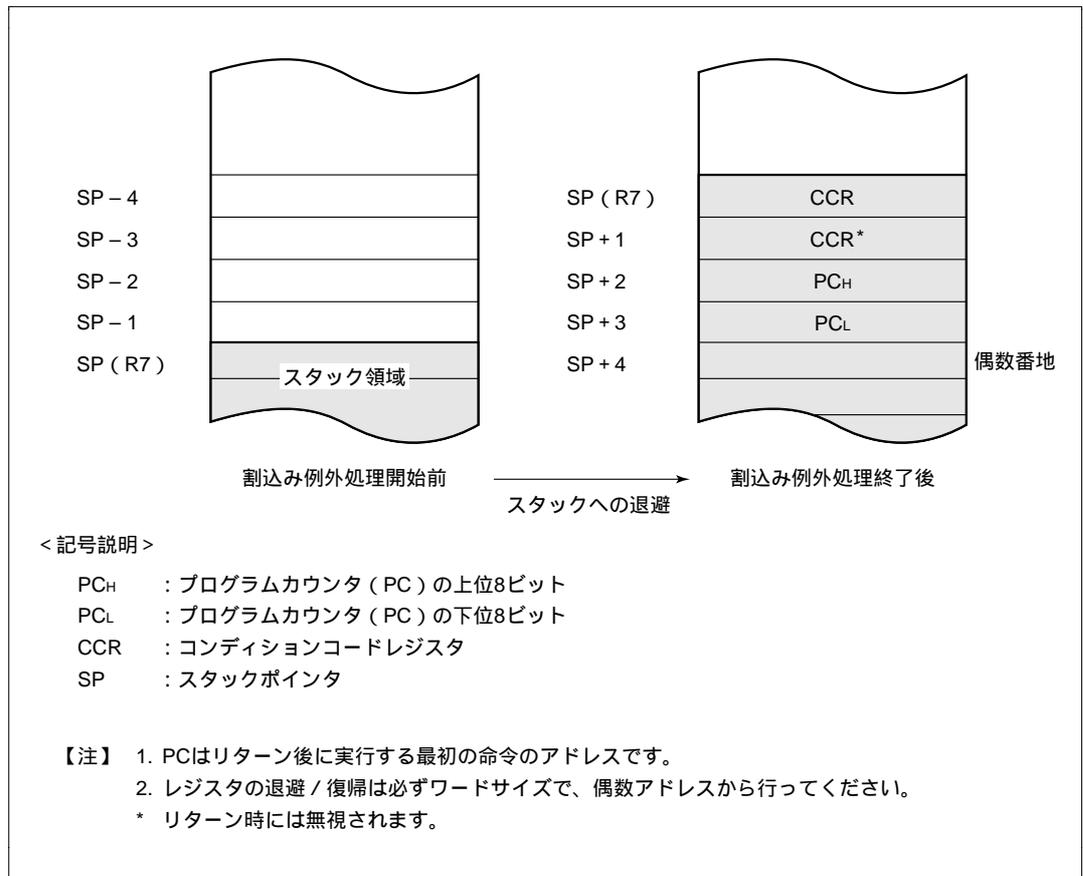

図 3.4 割り込み例外処理終了後のスタック状態
- (1) 割込み許可レジスタの対応するビットが"1"にセットされている状態で、割込み要因が発生したとき、割込みコントローラに対して割込み要求信号が送られます。
- (2) 割込みコントローラに割込み要求信号が送られると、割込み要求フラグがセットされます。
- (3) 割込み許可フラグが"1"にセットされている割込みの中で、優先順位にしたがって最高位の割込み要求が選択され、その他は保留となります（表 3.2 参照）。
- (4) CCR の I ビットを参照し、I ビットが"0"にクリアされている場合は、割込み要求は受け付けられますが、I ビットが"1"にセットされている場合は割込み要求は保留となります。
- (5) 割込み要求が受け付けられると、そのとき実行中の命令の処理が終了した後、PC と CCR がスタック領域に退避されます。このときのスタックの状態を図 3.4 に示します。スタックされる PC は、リターン後に実行する最初の命令のアドレスを示しています。
- (6) CCR の I ビットが"1"にセットされます。これにより、すべての割込みはマスクされます。
- (7) 受け付けた割込みに対応するベクタアドレスを生成し、そのアドレスの内容によって示されるアドレスから、割込み処理ルーチンの実行を開始します。